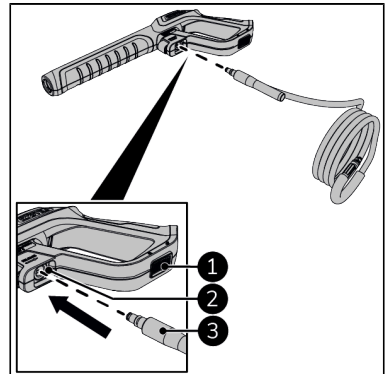

Abbildung 52.
1. Stellen Sie sicher, dass die Sicherheits-sperre unter dem Auslöser verriegelt ist (Abbildung 52, Pos. 1).
2. Verbinden Sie den Hochdruckschlauch (Abbildung 52, Pos. 3) mit der Strahlpistole (Abbildung 52, Pos. 2).